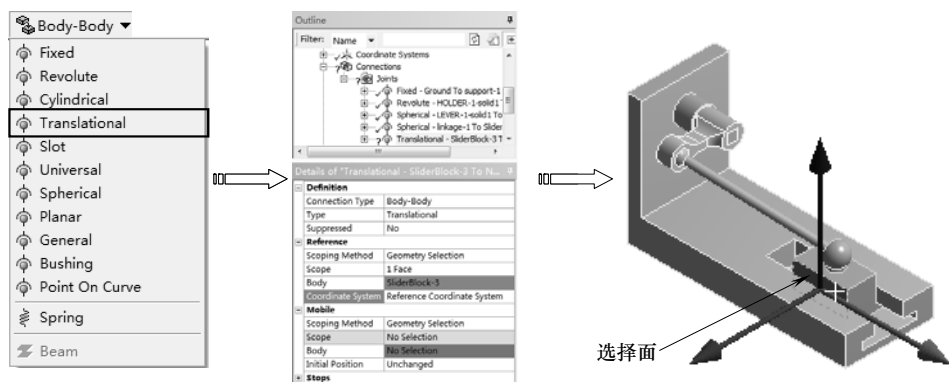

图 10-24 选择参考体
7) 单击【Connections】工具栏上的【Body-Body】|【Translational】命令，分析树中增加【Translational-No Selection To No Selection】节点。选择如图 10-24 所示的表面，单击详细设置窗口中的【Preference】列表中【Body】下的【Apply】按钮完成，如图 10-24 所示。